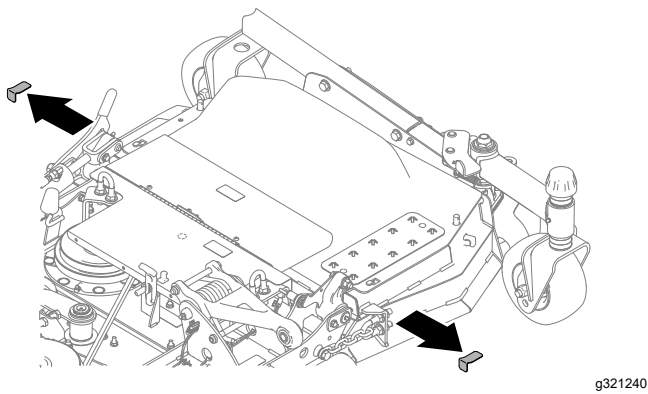

Figure 39
6. Retirez les cales ou les jauges d'épaisseur (Figure 39).